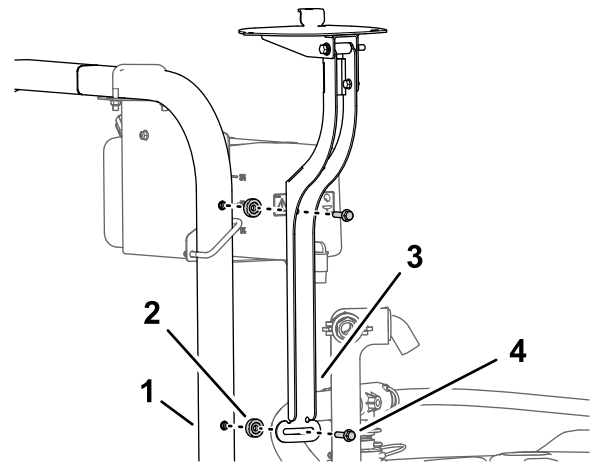

Figure 154
- Fixez le support du récepteur et l'entretoise (3/8 x 7/16") à l'arceau de sécurité avec le boulon à embase (3/8 x 1-1/2"), comme montré à la Figure 154.